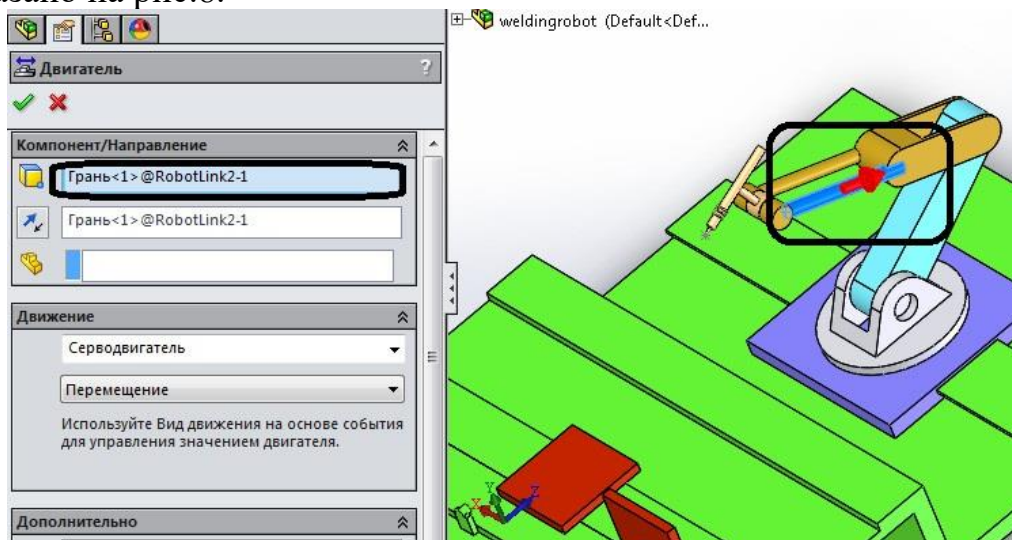

Рис. 8. Створення серводвигуна
4.3.2. Встановити місце розташування та параметри руху серводвигуна як показано на рис.8.